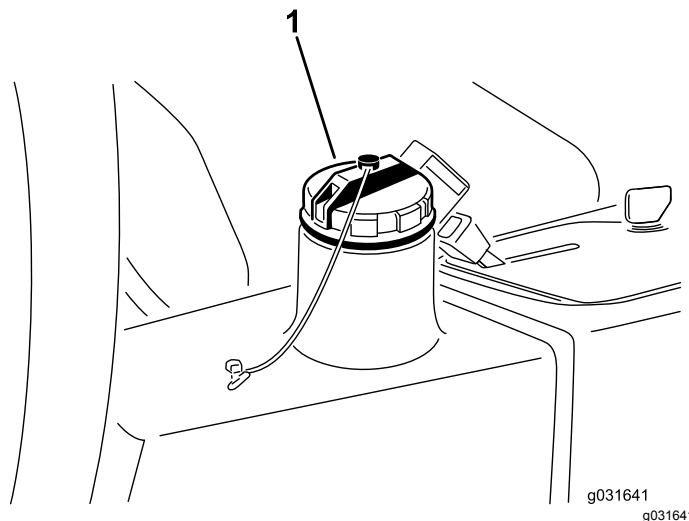

Рисунок 63
2. Очистите зону вокруг заливной горловины и крышки гидравлического бака (Рисунок 63).
3. Снимите крышку гидравлического бака (Рисунок 63).